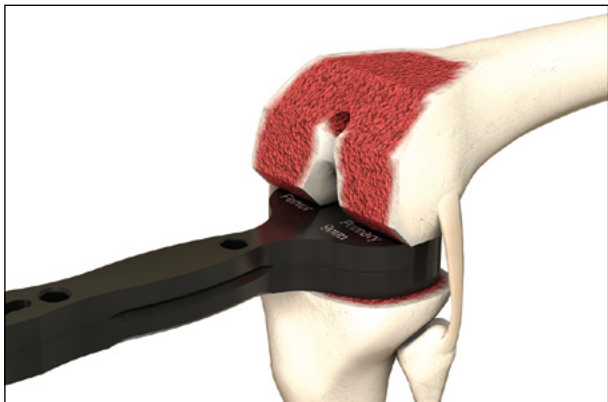

Рис. 32 Контроль сгибательного промежутка
- Установка спейсерного блока в сгибательный промежуток вместе с соответствующей вставкой спейсерного блока того размера, который был ранее определен при оценке разгибательного промежутка (рис. 32)